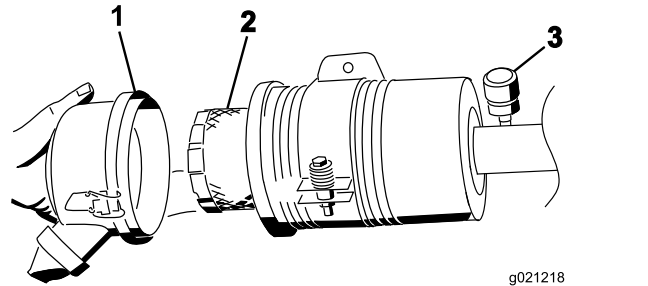

Bild 71
4. Nehmen Sie den Filter heraus und wechseln Sie ihn (Bild 71).